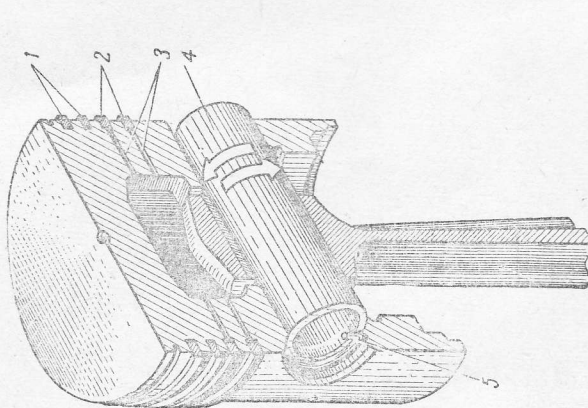

Рис. 27. Детали поршневой группы:
5) Поршневые кольца изготавливаются из серого чугуна. Они располагаются в канавках поршня. Благодаря своей упругости кольца частично выходят из канавок и внешней поверхностью, прижимаясь к цилиндру, уплотняют зазор между поршнем и цилиндром (рис. 27).